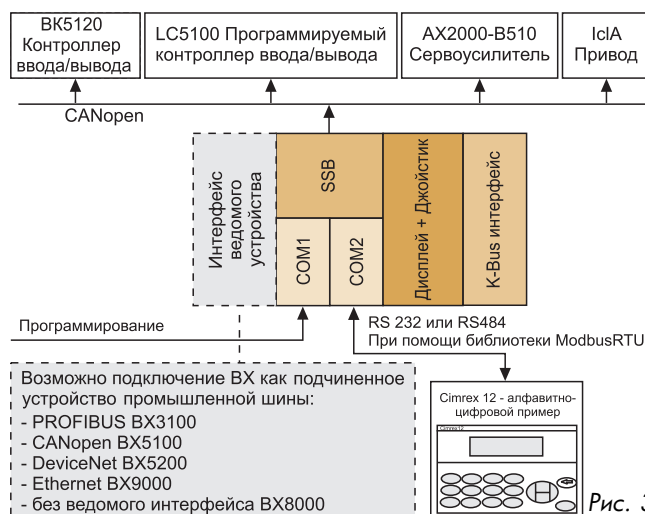

Рис. 3
**Соединение с CANopen устройствами через шину SSB и подключение дисплея (рис. 3)**